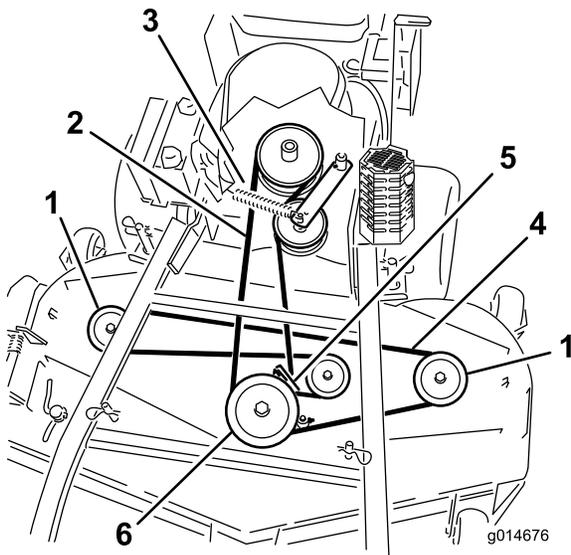
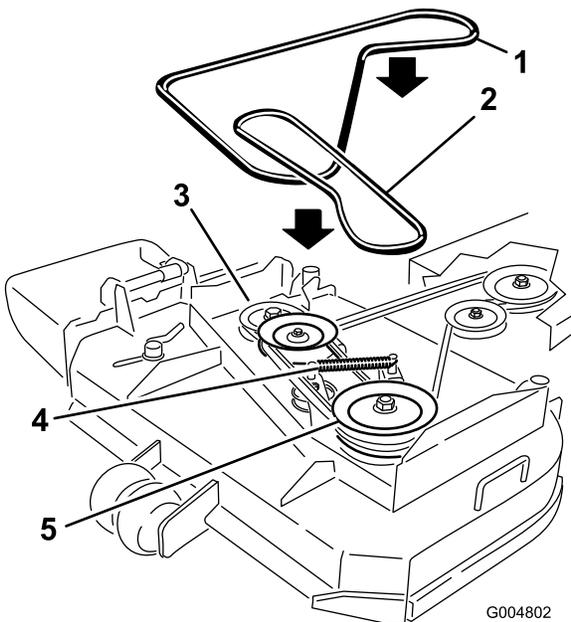

Figure 48
Figure 49
6. Décrochez le ressort du bras de la poulie de tension pour réduire la tension sur le bras et la poulie de tension, puis enlevez la courroie usagée (Figure 48 ou Figure 49).
7. Placez une courroie neuve autour des deux poulies d'axe extérieures, de la poulie de tension et dans la gorge inférieure de la poulie d'axe double (Figure 48 ou Figure 49).
8. Raccrochez le ressort du bras de tension (Figure 48 ou Figure 49).
10. Réglez l'écartement entre le guide et la courroie à 3 mm (1/8") (Figure 48 ou Figure 49).